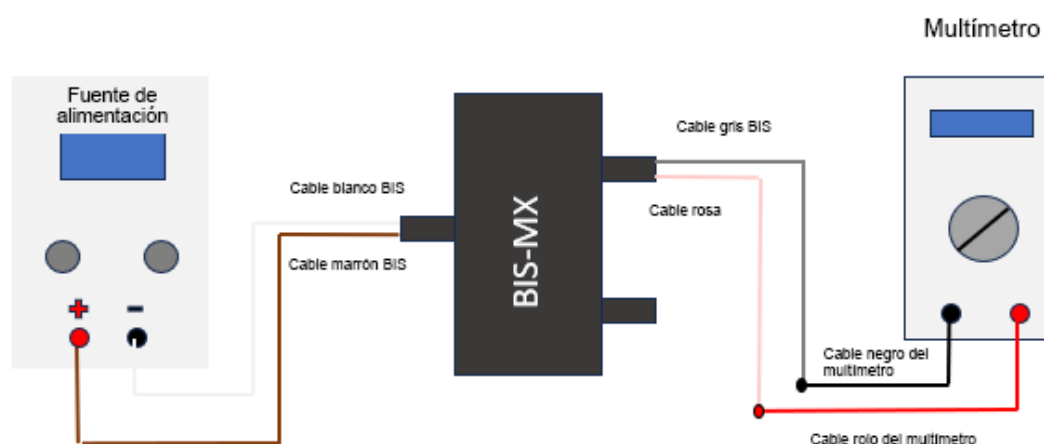

Fig.8 Diagrama de conexión
3. Monte el circuito de conexión de acuerdo con la «Fig. 8 Diagrama de conexión».